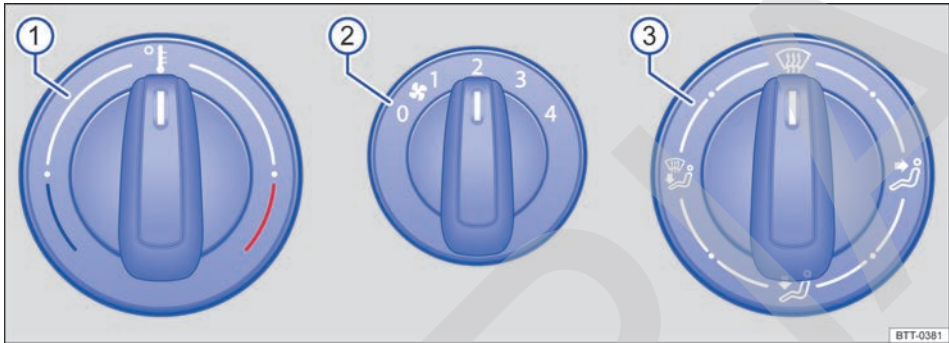
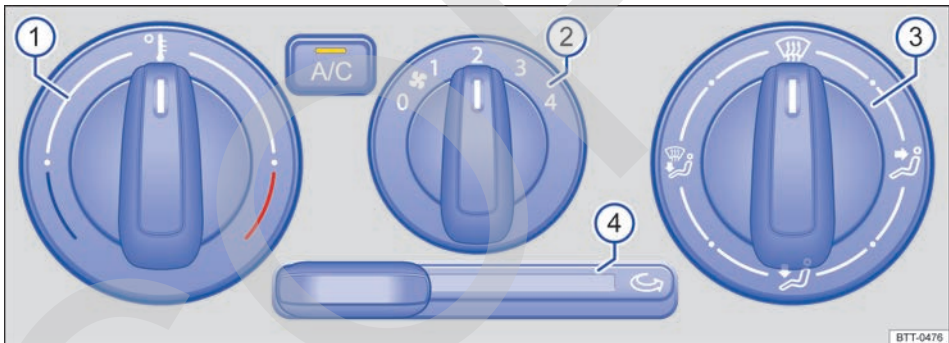

Fig. 96 En la consola central: comandos del sistema de ventilación y calefacción.
Fig. 97 En la consola central: comandos del aire acondicionado.
Botón, regulador. Información complementaria del sistema de calefacción y ventilación → **fig. 96** y aire acondicionado → **fig. 97**.
Información complementaria del sistema de calefacción y ventilación → fig. 96 y aire acondicionado → fig. 97.
- En vehículos con sistema de calefacción, colocar el regulador de temperatura → fig. 96 **①** totalmente hacia la derecha, en la posición máxima de calefacción.
- Colocar el regulador de distribución de aire **③** en la posición **☞**.
- Colocar el ventilador **②** en el nivel 3 o 4.
- Colocar el regulador de la distribución de aire → fig. 97 ❸ en la posición ☼.
- Colocar el ventilador ❷ en el nivel 3 o 4.
- Colocar el regulador de temperatura ❶ en la posición deseada.